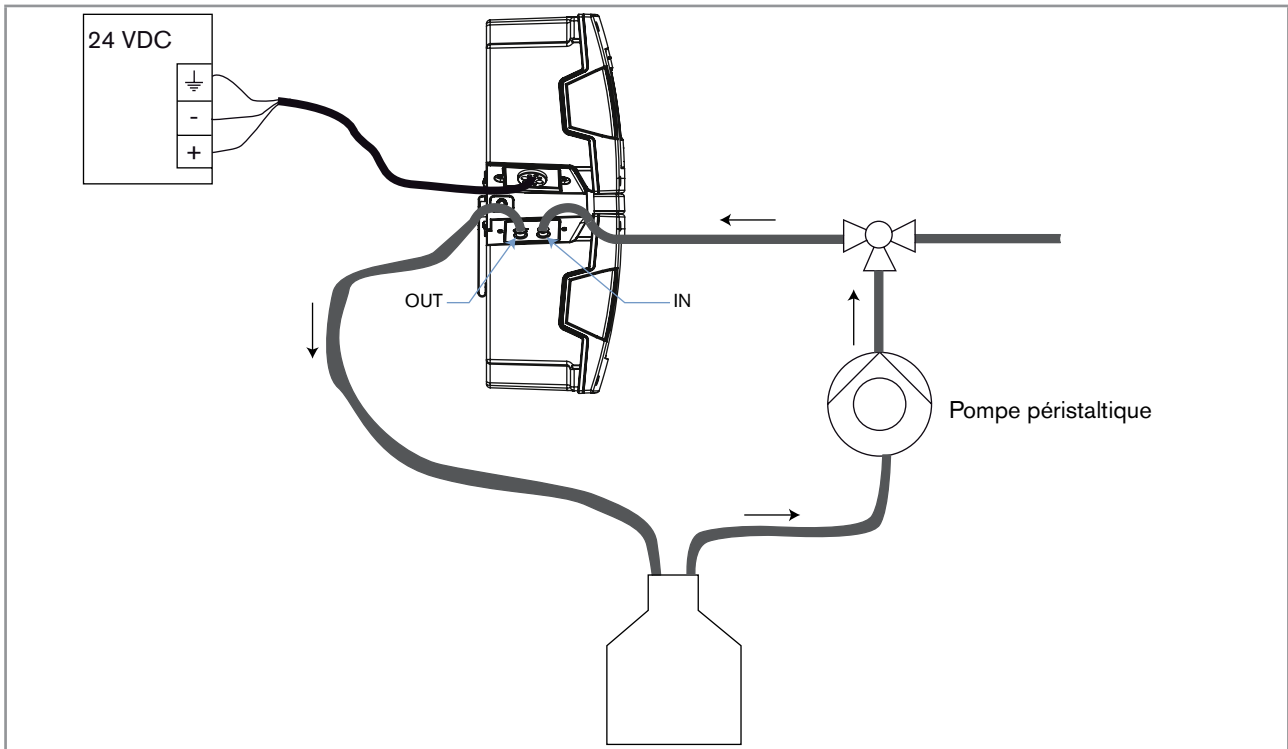

Fig. 4 : Installation pour l'étalonnage du produit dans un système type 8905
1. Raccorder une pompe péristaltique dans le circuit d'arrivée de l'échantillon d'eau du système, tel que décrit dans la Fig. 4. Si les raccordements fluidiques ne sont pas effectués correctement, le produit et le système peuvent être endommagés car la pression dans le produit et le système est trop élevée.